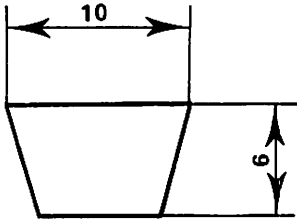
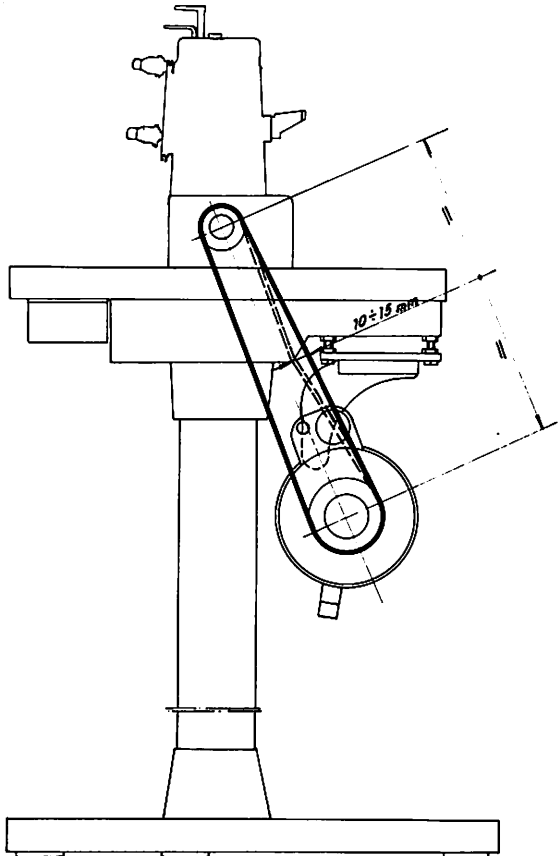

Fig. 2
Fig. 3
4. collegare il volantino della macchina alla puleggia del motore con l'apposita cinghia di trasmissione sezione 10x6 (fig. 2) secondo lo schema di collegamento (fig. 3).
5. registrare la tensione della cinghia agendo sullo snodo attacco motore, in modo da non consentire slittamenti, ma avendo cura di non tenderla eccessivamente onde evitare sovraccarichi sugli alberi delle pulegge e non compromettere la durata della cinghia stessa. Si ha la giusta tensione quando, premendo con la mano al centro del tratto indicato in fig. 3, si verifica una freccia, cioè un cedimento della cinghia, di 10-15 mm.
4. Connect machine handwheel to motor pulley with 10 x 6 section driving belt (fig. 2) as shown in sketch (fig. 3).
5. Adjust the belt tension by moving the motor coupling articulated joint so that the belt cannot slip, but taking care not to make it over-taut, to avoid overloading the pulley shafts and shortening the life of the belt. The tension is correct when, putting manual pressure on the centre of the part indicated in fig. 3, the belt yields about 10-15 mm. (3/8"-9/16").